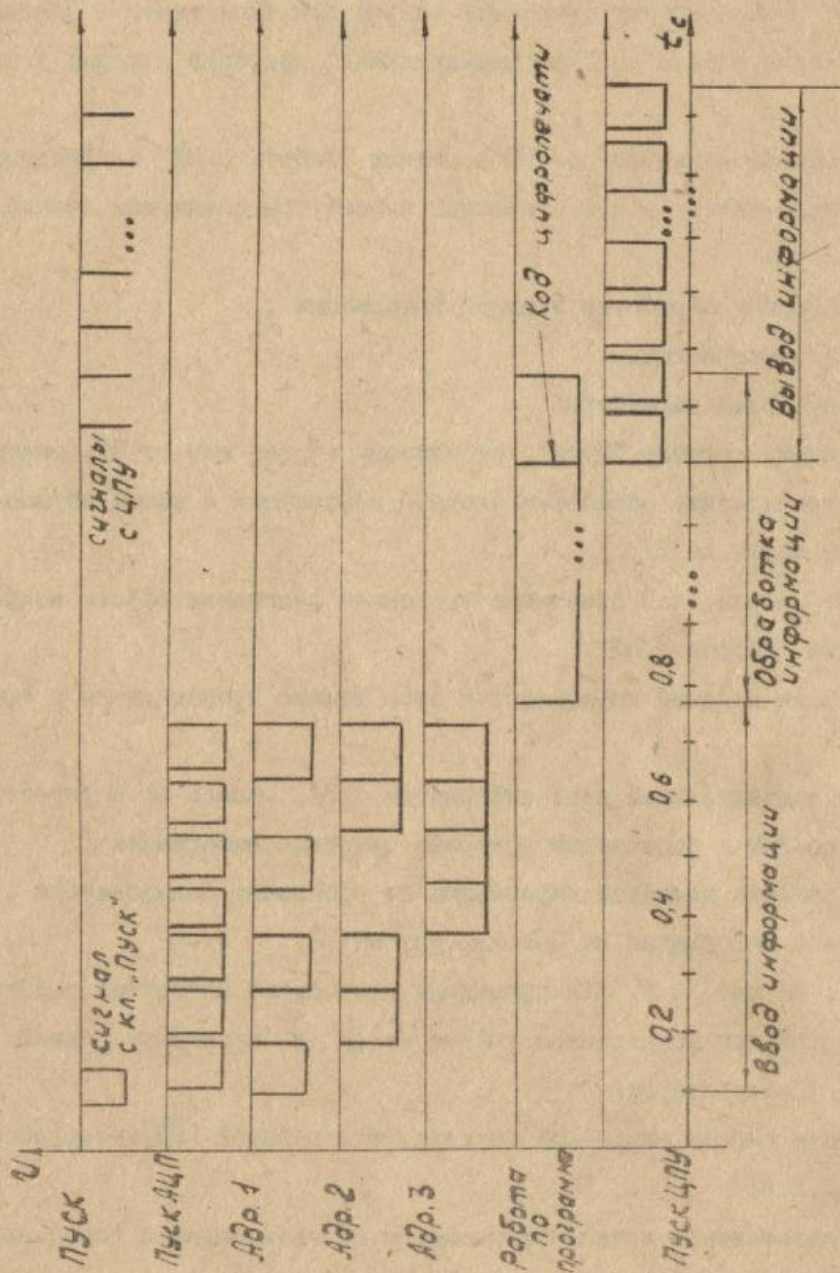

Рис. 4.2.
4.2.3. На рис. 4.2 приведена временная диаграмма работы микро-ЭВМ в режиме "Работа с ВУ".